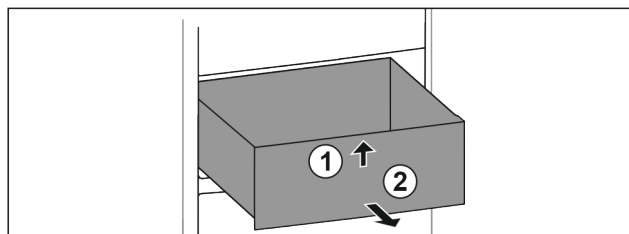

Fig. 68
- Løft skuffen foran. Fig. 68 (1)
- Ta ut skuffen framover. Fig. 68 (2)